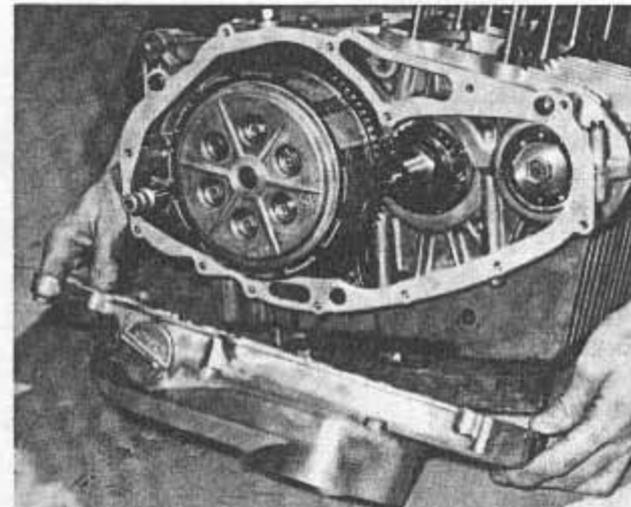
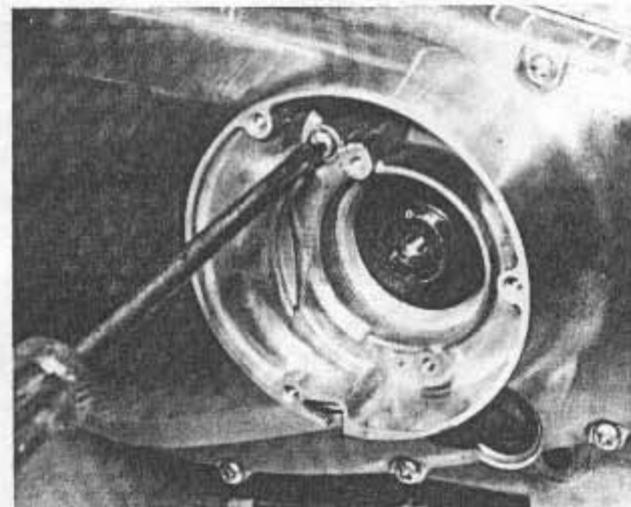

Bild 125
Bild 126
- Nun kann der rechte Gehäusedeckel angebaut werden. Dichtlippen des Kickstarterwellendichtingens und des Kurbelwellendichtingens einölen, die Zahnräder des Primäranschlusses reichlich mit Öl versehen und eine neue Dichtung auf die Dichtfläche auflegen (Bild 125). Deckel auf die Passhülsen aufschieben, Schrauben eindrehen und übers Kreuz gleichmäßig festziehen, um Verzug zu vermeiden. Man vergesse die einzelne Schraube nicht, welche im Unterbrechergehäuse sitzt (Bild 126).